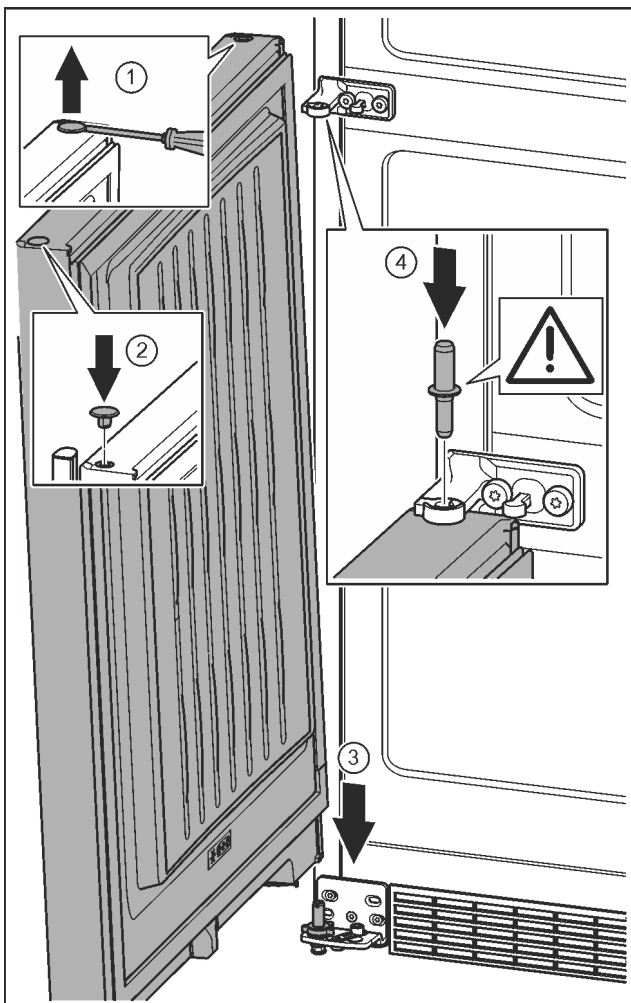

Fig. 38
- ▶ Levante cuidadosamente el tapón con un destornillador para tornillos de cabeza ranurada y extráigalo. Fig. 38 (1)
- ▶ Vuelva a colocar el tapón en el otro lado de la puerta. Fig. 38 (2)
- ▶ Coloque la puerta desde arriba sobre el perno de cojinete inferior. Fig. 38 (3)
- ▶ Inserte en la puerta inferior el perno de cojinete intermedio a través del soporte de cojinete intermedio. Preste atención a que el saliente de retención esté orientado hacia detrás. Fig. 38 (4)